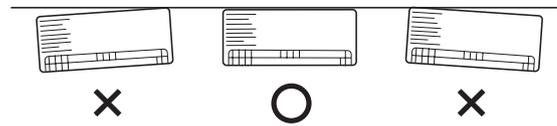

Fig. 3-20
- (2) Verificare con un metro a nastro o una livella da carpentiere. Si tratta di un'operazione importante per la corretta installazione dell'unità. (Fig. 3-20).
- (3) Accertarsi che il pannello sia a filo con la parete. Eventuali intercapedini tra la parete e l'unità possono dare luogo a rumori e vibrazioni.